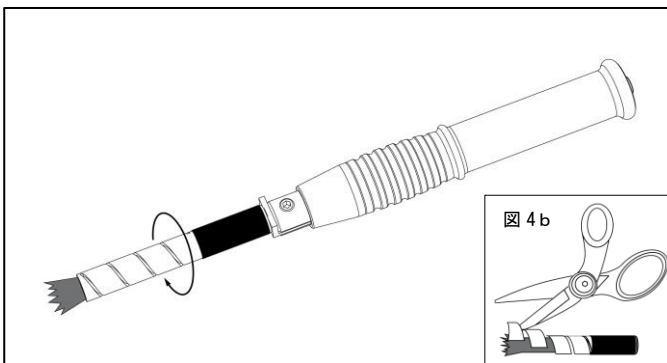

図 4
3. カーボンブラシ S をアダプターにねじ込んでください。(図 4)